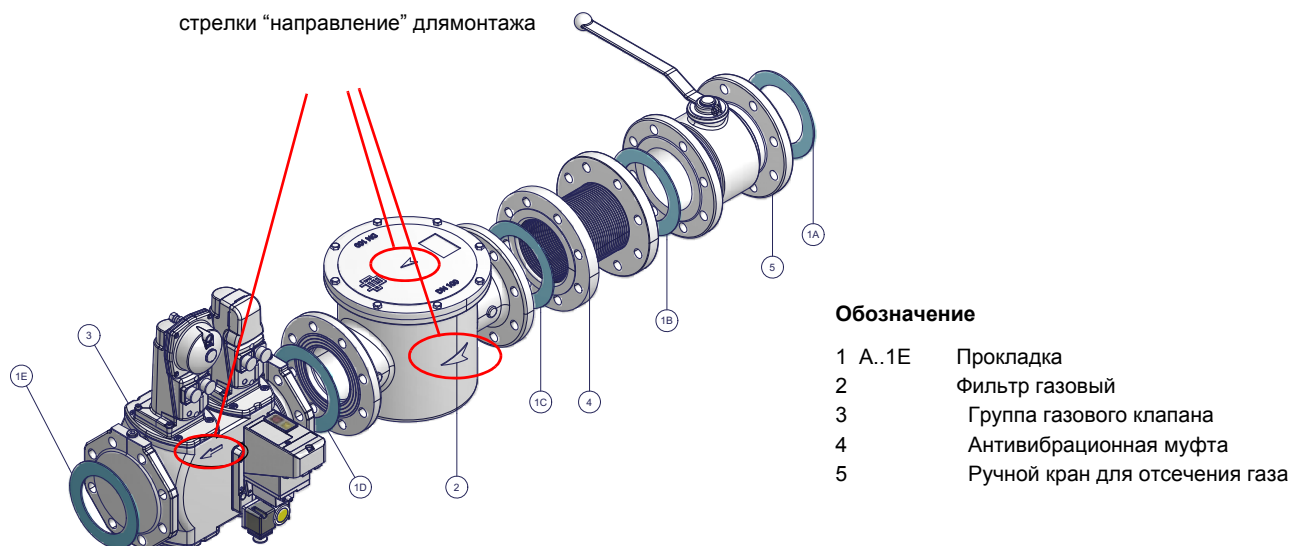

Рис. 8 - Пример газовой рампы
- 1-б) при фланцевых соединениях: между соседними компонентами устанавливать прокладку (Рис. 8), совместимую с используемым газом,
**ВНИМАНИЕ:** после монтажа газовой рампы согласно схеме на Рис. 8, необходимо провести тестирование на герметичность газового контура, согласно требований действующих нормативов.